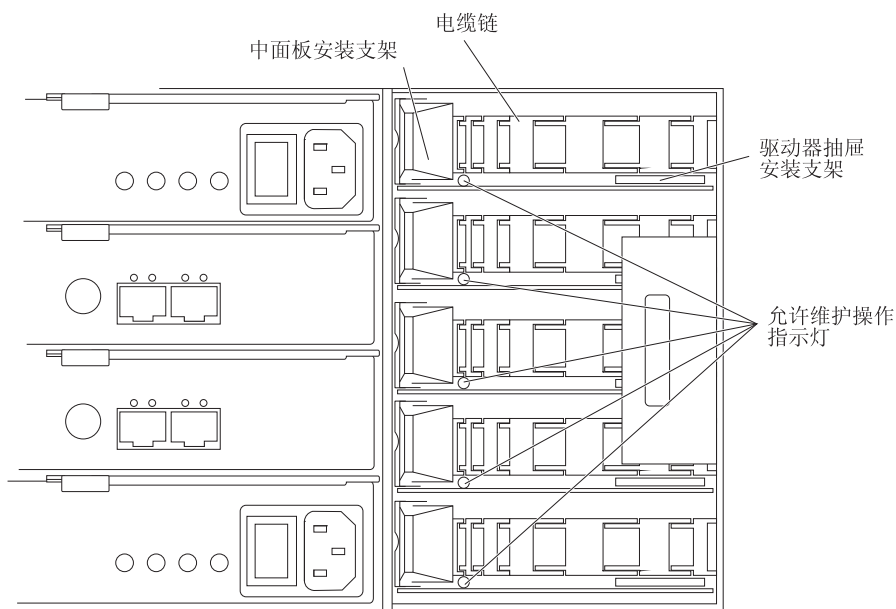

图 85. 已卸下右侧风扇组合件的存储扩展机柜的后视图
- a. 在驱动器机柜的后部，卸下右侧风扇组合件。请参阅第 117 页的『更换风扇组合件』，以了解卸下风扇组合件的步骤。第 120 页的图 85 显示卸下了风扇组合件的区域。